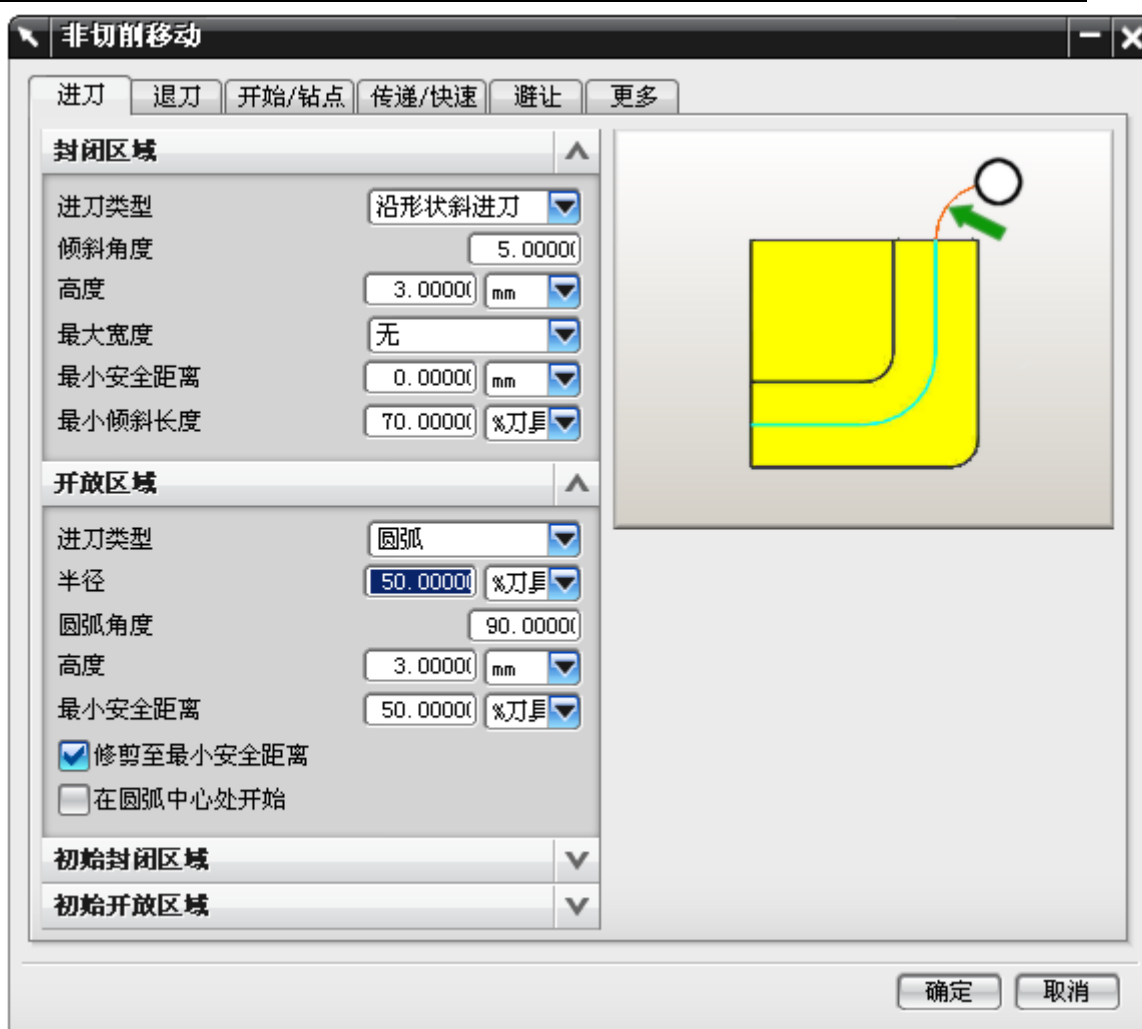

图 4-28
- 单击 ，选择如图 4-28 所示的操作子类型和父节点。
- 在图 4-28 中，单击 OK，打开操作参数设置对话框，设置如图 4-29 所示的参数。
- 单击 ，设置如图 4-28 所示的非切削运动参数，单击 OK。
- 在操作对话框中，单击 ，定义如图 4-28 所示的修剪边界，删除边界外的刀轨。